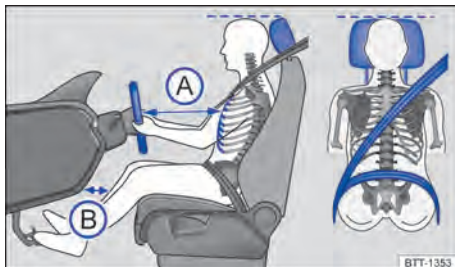

Fig. 23 Distância correta do condutor em relação ao volante, posição correta do caderço do cinto de segurança e ajuste correto do apoio para cabeça.
- Ajustar o banco de modo que a distância entre o volante e o tórax tenha no mínimo 25 cm → Fig. 23 A e que o condutor possa segurar o volante pela borda externa com as duas mãos e os braços ligeiramente dobrados.
- Ajustar o banco do condutor na direção longitudinal de modo que os pedais possam ser acionados com as pernas ligeiramente arqueadas e a distância para o painel de instrumentos na área do joelho seja de, no mínimo, 10 cm → Fig. 23 B.
- Ajustar o apoio para cabeça de modo que a sua borda superior se encontre preferencialmente na mesma linha da parte superior da cabeça → Fig. 23 – porém não abaixo da altura dos olhos. Posicionar a parte posterior da cabeça o mais perto possível do apoio para cabeça.